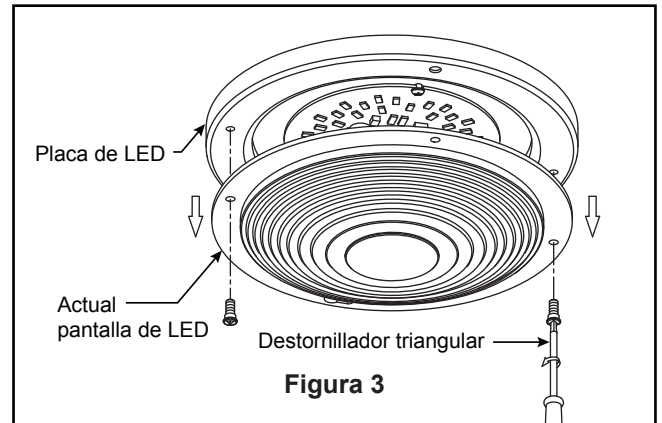

Figura 3
- 3.** Desmonte la actual pantalla de LED de la placa de LED quitando los dos tornillos con el destornillador triangular suministrada. Guarde los tornillos para después. (Figura 3)
3. Para que el ventilador sea funcional, instale dos pilas (incluidas) de 1,5V/AAA en el transmisor del mando a distancia. Mientras el ventilador esté apagado. A continuación, siga el proceso de fijación remota. (Si no se utiliza el ventilador durante un largo periodo de tiempo, extraiga las pilas para evitar cualquier daño al transmisor). Almacene el mando a distancia en un lugar alejado del calor o la humedad excesiva. (Figura 3)